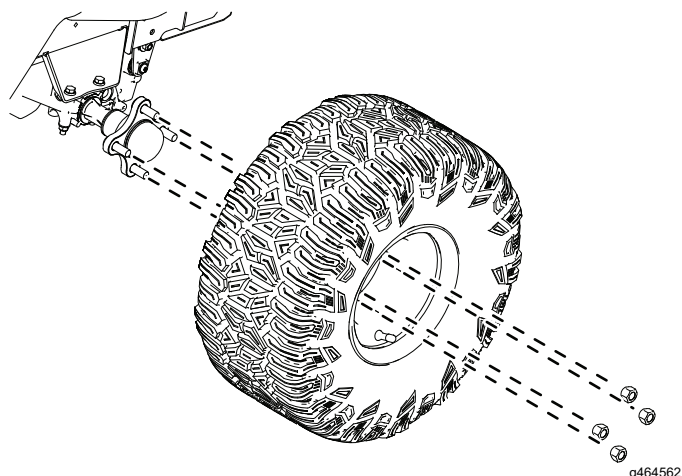

Figura 4
10. Retire los neumáticos traseros como se muestra en la Figura 4